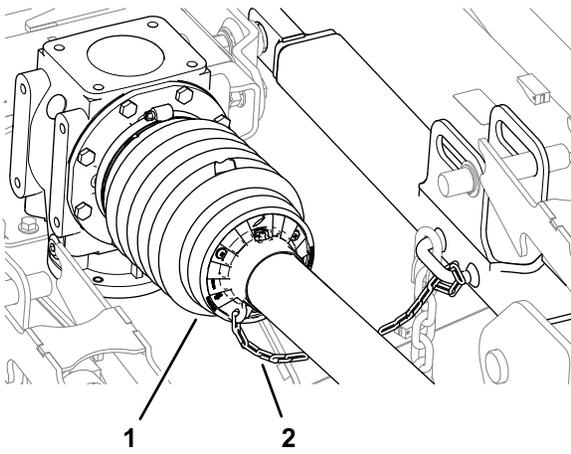

図 15
6. 拘束チェーンが、後 PTO シャフトガード、駆動シャフトガード、モアのフレームに接続されていることを確認する 図 14 と 図 15。